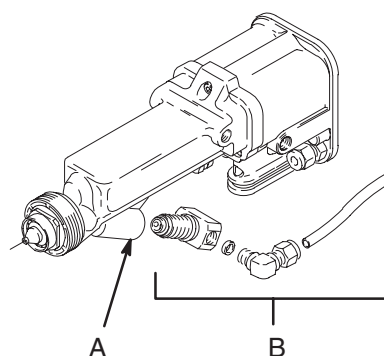
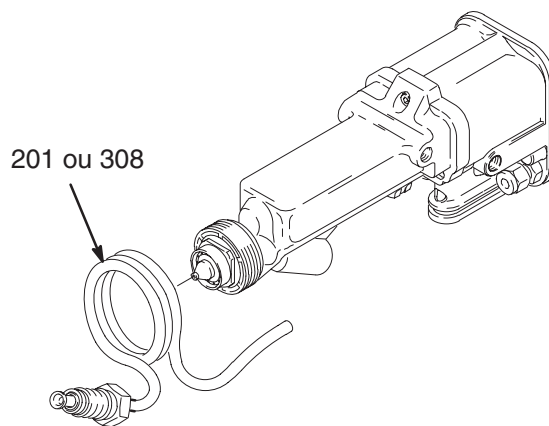

Fig. 31
Fig. 32
4. Retirer le tube produit du pistolet PRO 5500SC, les raccords, les joints toriques, et l'entretoise (B). Voir Fig. 31.
5. Nettoyer l'entrée produit du canon (A) avec du solvant compatible. Inspecter l'entrée produit du canon à la recherche de tout dommage et le remplacer si nécessaire.
6. Faire glisser les spires du sous-ensemble tube (201 ou 308– en cas d'utilisation d'un kit de recirculation) sur l'avant du canon du pistolet jusqu'à ce qu'il ait dépassé l'entrée produit du canon (A). Voir Figs. 32 et 33.